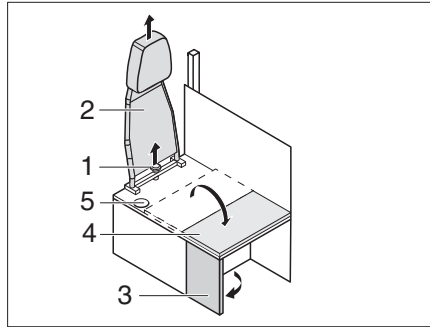

Bild 214 Umbau Fahrbetrieb - Wohnbetrieb
- Sternschraube (Bild 214,1) abschrauben und Rückenlehne (Bild 214,2) nach oben abnehmen.
- Seitenwand (Bild 214,3) ausklappen.
- Sitzbankverlängerung (Bild 214,4) auf die Seitenwand klappen.
- ▷ Beim Umbau vom Wohnbetrieb zum Fahrbetrieb in umgekehrter Reihenfolge verfahren. Darauf achten, dass der Sicherheitsgurt durch die Öffnung (Bild 214,5) geführt wird.